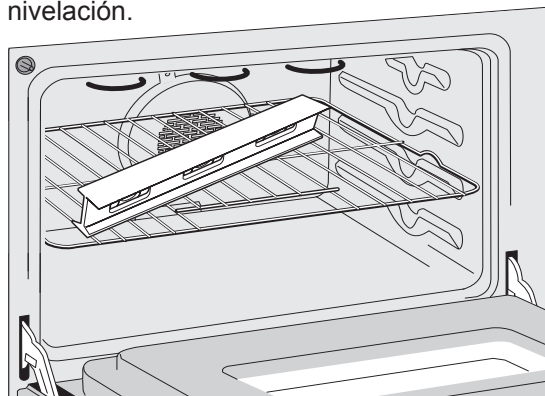

Figura 14
3. Verifique si la cocina está nivelada colocando una parrilla en el centro del horno y poniendo un nivel sobre esta (Figura 14).
2. Ponga un nivel sobre la parrilla (Figura 14). Tome dos lecturas con el nivel puesto diagonalmente en una dirección y después en la otra. Nivele la estufa, si es necesario, ajustando las 4 patas niveladoras con una llave de tuercas.